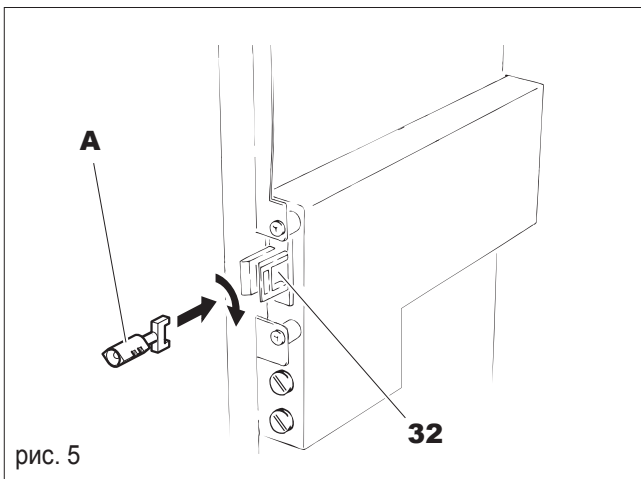

рис. 5
Опытный персонал, ответственный за установку, запуск, настройку, техническую поддержку и обслуживание торгового автомата. В обязанности входит только хранение тестового ключа (А, рис. 5).
- Микропереключатель (32, рис. 5) автоматически выключает подачу питания при открывании передней двери автомата. Используя тестовый ключ (А рис.5) возможно включение автомата.